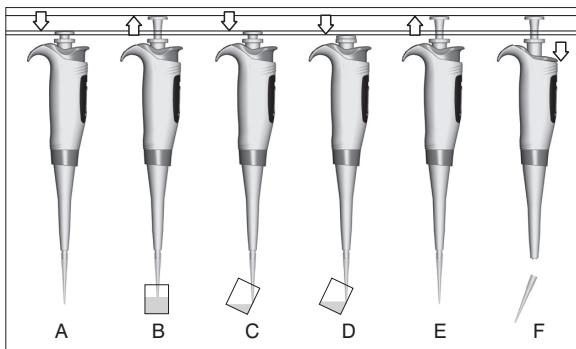

Рис. 4
- Затем медленным, плавным движением необходимо нажать кнопку до первого сопротивления, вызывая выпускание жидкости (рис. 4С).
- Отпустить кнопку пипетирования до начальной позиции (рис. 4Е) и сбросить наконечник, нажимая кнопку выбрасывателя (рис. 4F).